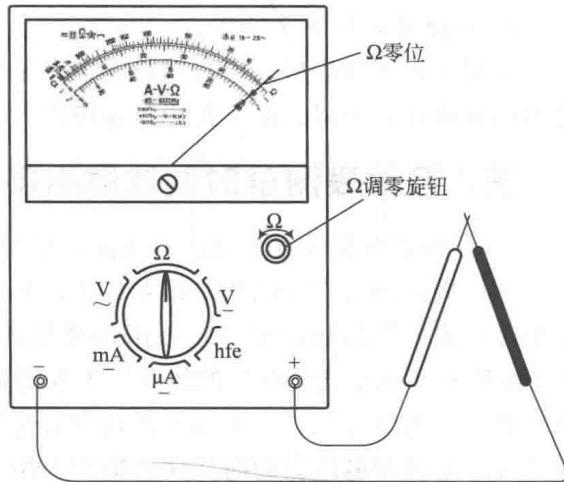

图 1-4 欧姆零位的调整
① 将挡位调整旋钮置于 $\Omega \times 1$ 挡。
② 将红表笔接在“+”端子，黑表笔接在“-”端子。
③ 将表笔测量端短接（搭在一起），观察表针是否指在 Ω 刻度线的“0”，如图 1-4 所示，如不指零应调整“欧姆调零”旋钮，使之指零。
④ 当调节“欧姆调零”旋钮，无法使指针指在“0”处时，表明表内电池电量不足，应更换表内的电池。
⑤ 很多万用表在电阻的最高倍率挡另装一块高电压的电池（9V 或 15V），应按说明的要求换装。若要使用此挡必须有相应的电池。